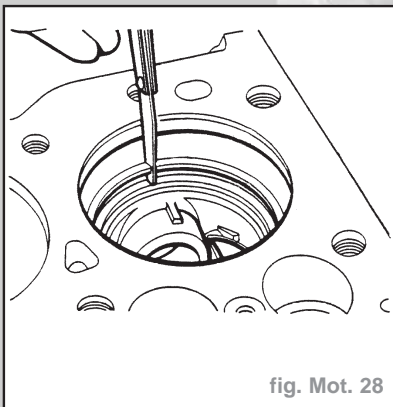

fig. Mot. 28
- A l'aide d'un calibre d'épaisseur adéquat, vérifier les coupes de tous les segments tour à tour, segment racleur d'huile inclus (Fig. Mot. 28).